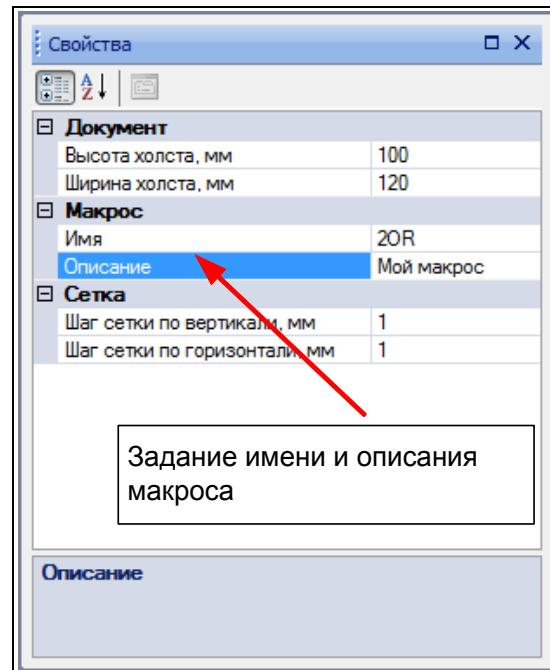

Рисунок 3.20 – Задание имени и описания макроса
- в) задание имени и описания для макроса (см. рисунок 3.20);